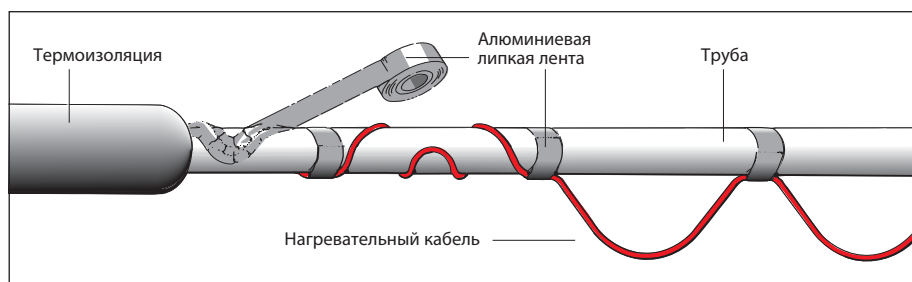

Рис. 3
2. Кабель укладывается на трубе волнистой линией – рис. 3.